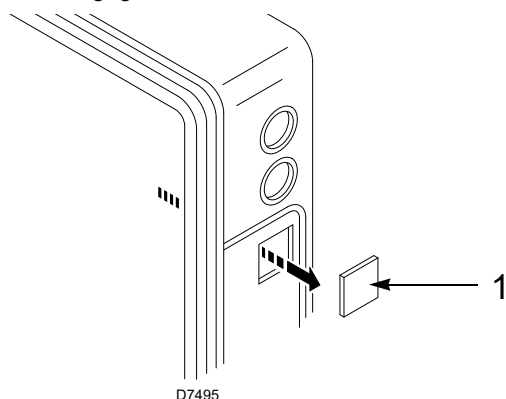

Abb. 1
- Das vorgestanzte Rechteck 1)(Abb. 1), im vorderen Schild des Brenners lösen, wobei auf den im Inneren befindlichen Einsatz XP2 zu achten ist.